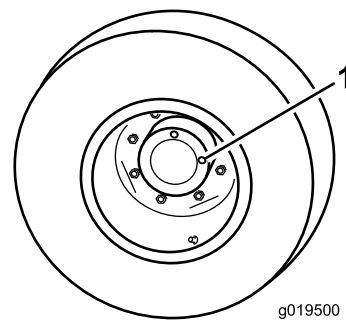

Figure 62
1. Amenez la machine sur une surface plane et horizontale, tournez la roue de sorte qu'un bouchon de contrôle (Figure 62) soit à la position 12 heures et l'autre à la position 3 heures.
1. Bouchon de contrôle (2)
2. Retirez le bouchon qui est à la position 3 heures (Figure 62). Le niveau d'huile doit atteindre le bas de l'orifice de contrôle.